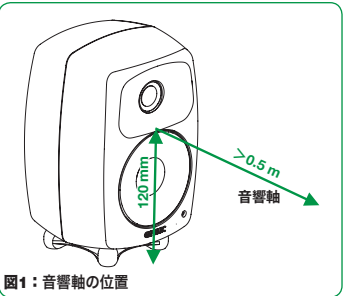
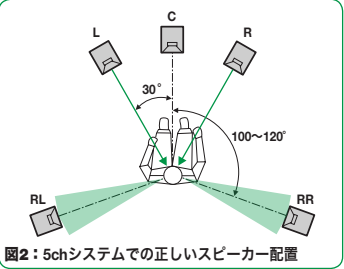

図 1：音響軸の位置
図 2：5chシステムでの正しいスピーカー配置
- 向きを正しく：必ず音響軸が聴取位置の耳の高さを向くように配置しましょう (図 1 及び図 2 参照)。クロスオーバー周波数周辺での音の干渉問題を最小限に抑えることができますので縦置きをお勧めします。